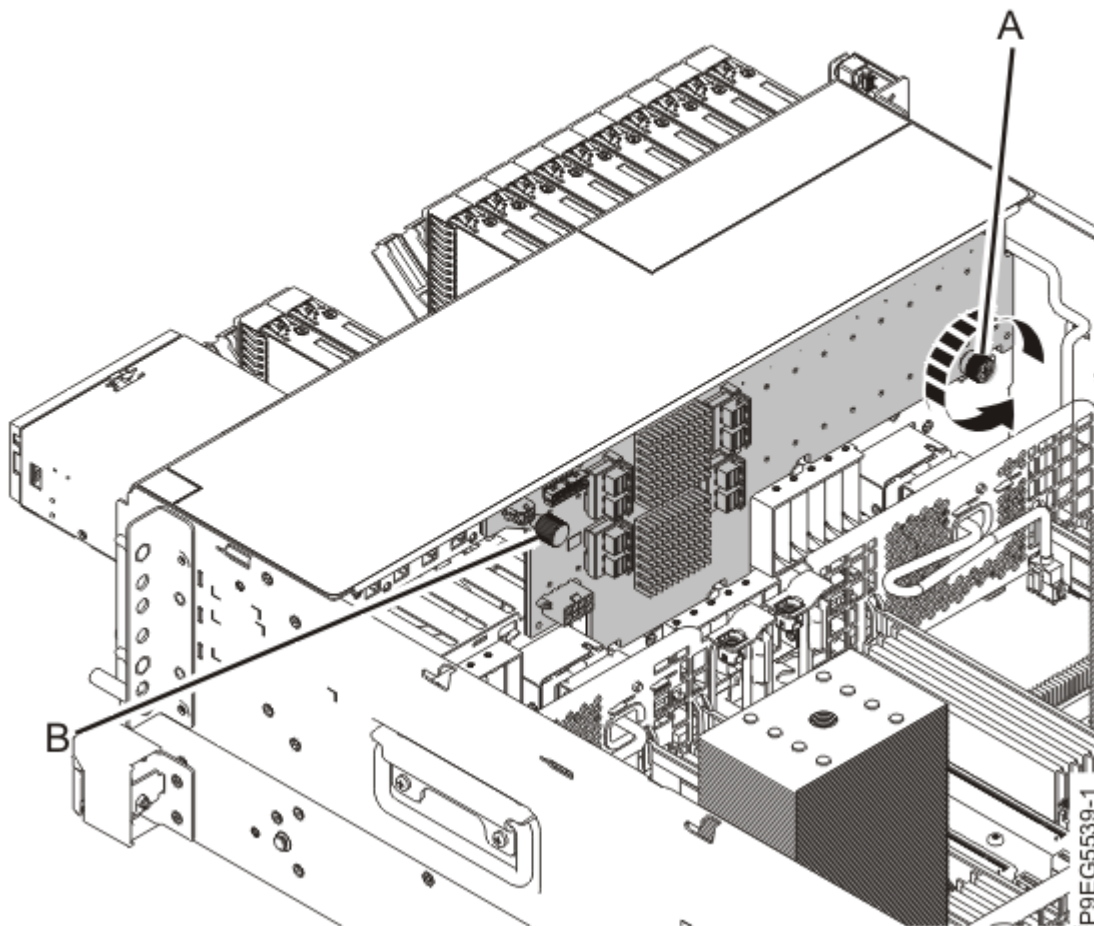

Figure 47. Desserrage de la vis du fond de panier de l'unité de disque
9. Dévissez soigneusement la vis imperdable **(A)** du fond de panier d'unité de disque, jusqu'à ce qu'elle soit complètement desserrée, comme illustré dans la Figure 47, à la page 53.